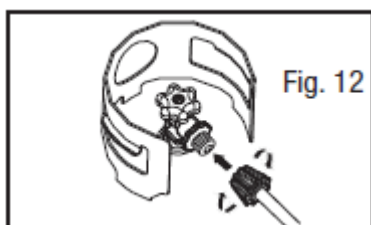

Рис. 12
2. Підключіть газовий шланг LPG до джерела пропанового палива (рис. 12).
1. Переведіть перемикач ENGINE (ДВИГУН) (рис. 12) у положення "ON" («УВІМК.»).